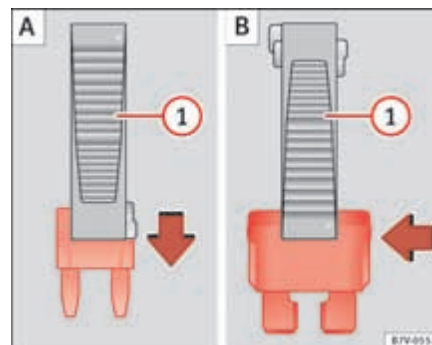

Fig. 199 Extraer o colocar un fusible.
- En el caso de *fusibles pequeños*, encaje la pinza desde arriba ⇒ fig. 199 **A**.
- En el caso de *fusibles mayores*, desplace la pinza lateralmente sobre el fusible ⇒ fig. 199 **B**.